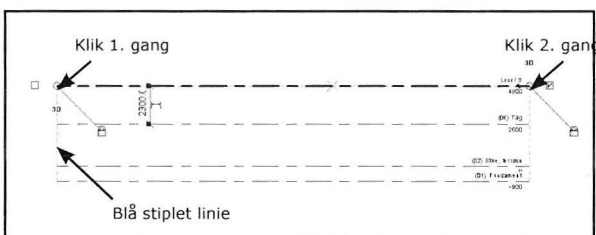

Fig. 04.14. Klik to gange for at placere Levels.
- Tegn fra venstre imod højre en linie (Fig. 04.14). Ved at klikke i start punktet og klikke igen i slutpunktet.